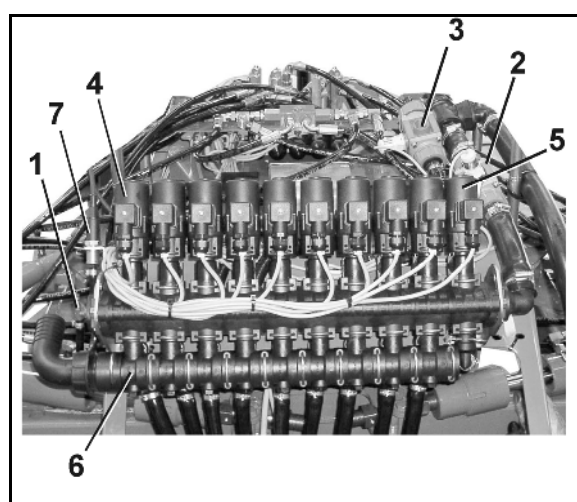

Fig. 86
Transportsikringsbøjlerne anvendes til fastlåsning af de indklappede sprøjtebomme i transportposition for at undgå utilsigtet udklapning. (3) Parallelogramramme til højdeindstilling af sprøjtebommen. | <ul style="list-style-type: none"> (4) Dysebeskyttelsesrør (5) Afstandsholder. (6) Sikring, yderste udlæggere, se på side 96 (7) Svingningsudligning, se side 97. (8) Ventil og skiftehane til DUS-system (9) Bomarmatur, se Fig. 86. (10) Udvendig vaskeanordning |